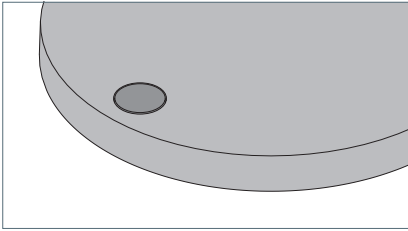

Fig. 3: Taste.
- Drücken Sie die Taste kurz, siehe Fig. 3.
- Drücken Sie die Taste und halten Sie die Taste gedrückt, siehe Fig. 3.
- ▶ Drücken Sie die Taste und halten Sie die Taste zehn Sekunden gedrückt, bis die Leuchte beginnt, in regelmäßigen Abständen aufzuleuchten, siehe Fig. 3. Die Leuchte befindet sich im Programmiermodus. Das Aufleuchten zeigt an, nach wie vielen Stunden die Leuchte ausschaltet oder ob die Abschaltautomatik deaktiviert ist.